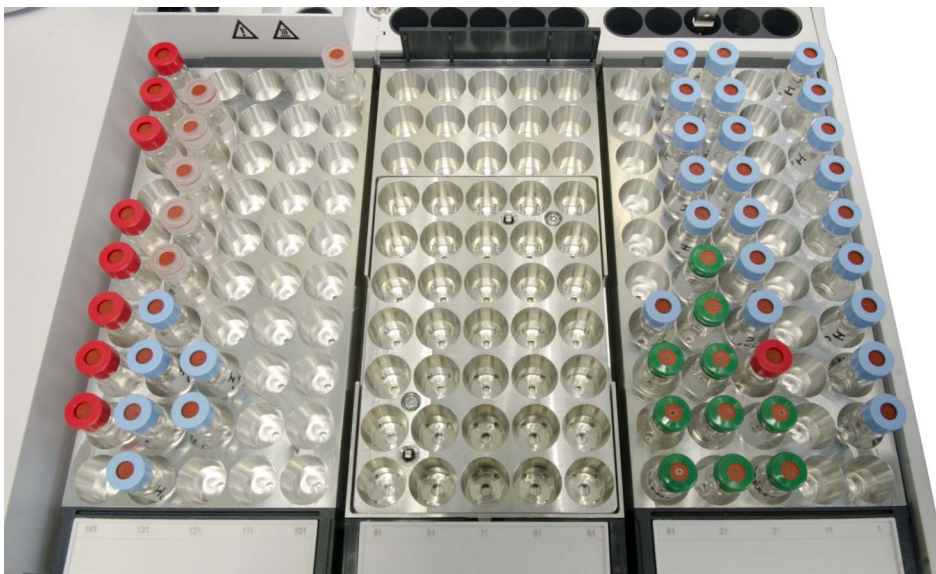

图 66 安装在中心位置的 LC 样品瓶架
- 1 拿稳 LC 样品瓶架框架组件，将架的后端放低并滑到工作台样品盘底座上（图 66）。确保 LC 样品瓶架框架组件后侧的卡口滑入样品盘远端壁的插槽中。
- 2 将 LC 样品瓶架框架组件的前端放低，将其平放在样品盘底座上。如果安装正确，架前面的 LED 指示灯将亮起。确保安装了 LC 架，以使样品瓶架标签编号是按从右到左的顺序排列。根据需要对每个 LC 架重复上述过程（图 66）。